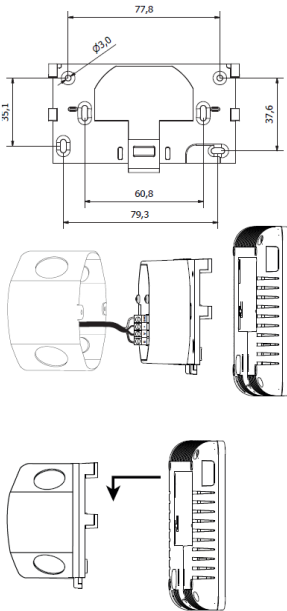

Abb. 19 Montagewinkel für ADVANCE Sollwertgeber
- Verbinden Sie die aus dem Schaltkasten kommenden Drähte mit dem Verbindungsblock des Hakens gemäß dem Schema (Abb. 19)